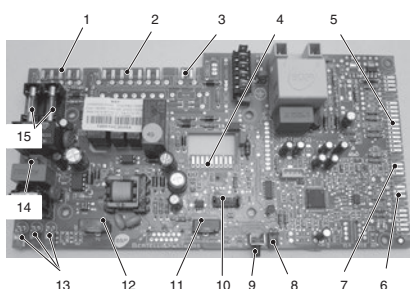
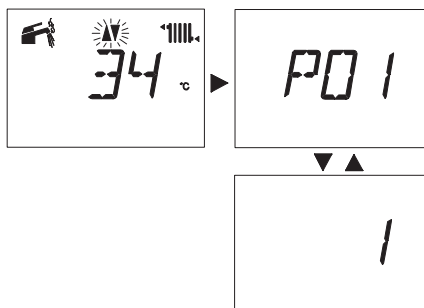
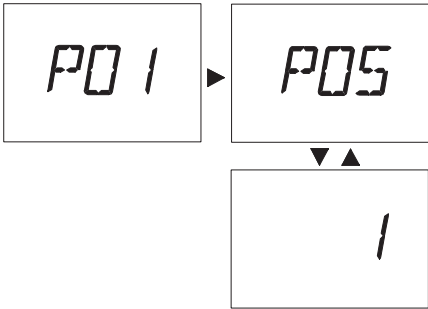
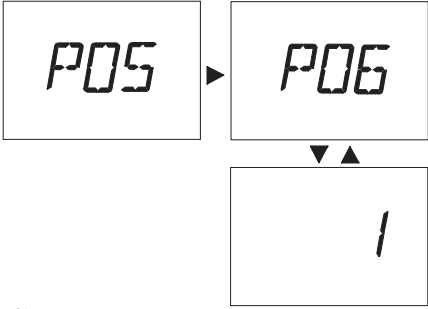

Рис. 5
Рис. 8
Рис. 19
Рис. 24
- 3 Нажмите и удерживайте в течение 10 секунд кнопку сброса 9 Рис. 5, пока на ЖК-дисплее не появится параметр **P01** (**P01** чередуется с **1**) (Рис. 8).
- 4 Нажимайте кнопку сброса 9 Рис. 5 пока на ЖК-дисплее не отобразится параметр **P03**, в котором можно настроить *Tun*
- 8 Нажимайте кнопку сброса 9 Рис. 5 для отображения параметра **P04**, в котором можно настроить *Тип теплообменника*
- 1 Нажимайте кнопку сброса 9 Рис. 5 пока на ЖК-дисплее не отобразится параметр **P05**, в котором можно настроить *Тип газа* (первый уровень) (последовательность **P05** чередуется с **1**) (Рис. 19).
- 5 Нажимайте кнопку сброса 9 Рис. 5 для отображения параметра **P06**, в котором можно настроить *Тип газа* (второй уровень) на ЖК-дисплее (последовательность **P06** чередуется с **1**) (Рис. 24).